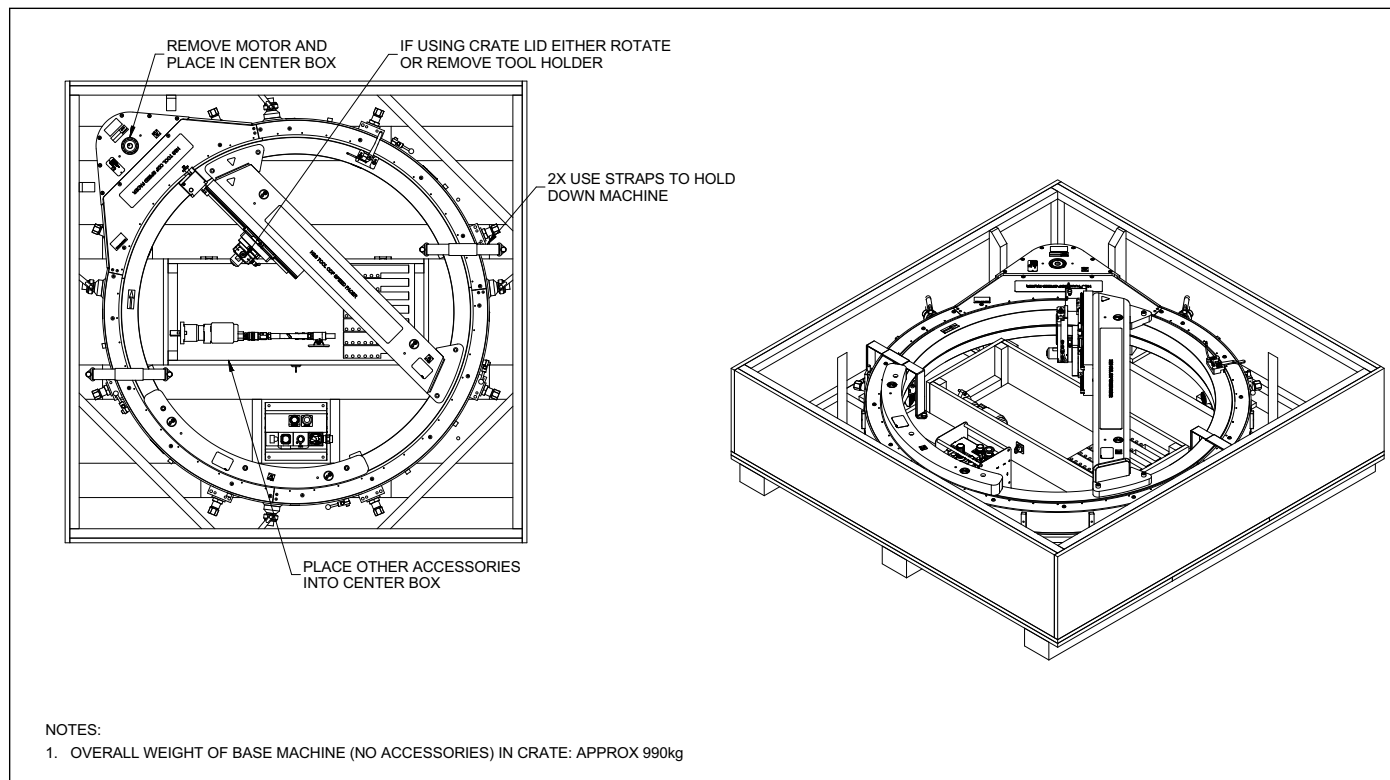

FIGURE 6-1. CAISSE DE LA ODF50
7. Entrez la ODF50 Speed Facer dans sa caisse d'expédition d'origine (voir Figure 6-1).
La ODF50 Speed Facer peut être expédiée dans son conteneur d'expédition d'origine, comme le montre la Figure 6-1.